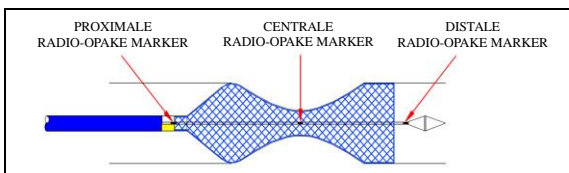

Figuur 4
- Als de centrale radio-opake marker het midden van de doelstrictuur bereikt, trek dan de Y-connector verder terug totdat de stent volledig is geplaatst. (Zie figuur 4, 5)
- Als de centrale radio-opake marker het midden van de doelstrictuur bereikt, trek de hub dan verder richting de connector totdat de stent volledig is geplaatst. (Zie figuur 4, 6)